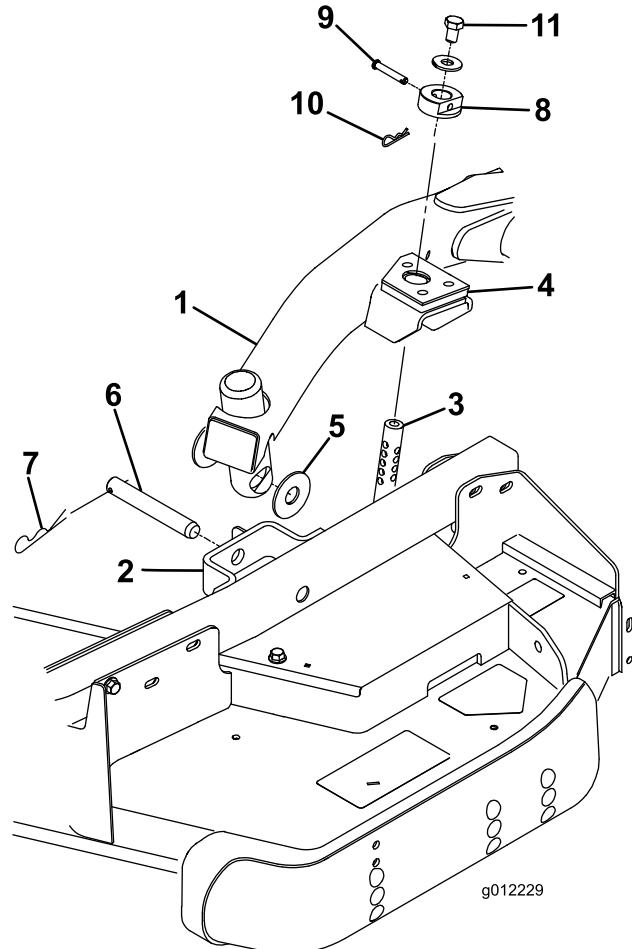

Figura 23
- Portate la leva di sollevamento in posizione Float. Spingete verso il basso un braccio di sollevamento fino a quando i suoi fori non si trovano allineati ai fori della staffa del braccio della ruota orientabile e l'altezza di taglio può essere inserita nei pattini del braccio di sollevamento (Figura 23).
| 5. Fissate il braccio di sollevamento al braccio della ruota orientabile con (2) rondelle di spinta, un perno con testa e una coppiglia. Posizionate le rondelle di spinta tra il braccio di sollevamento e la staffa del braccio della ruota orientabile (Figura 23). Inserite l'estremità della coppiglia nell'apposito | |
9. Montate i collari dell'altezza di taglio sulle aste dell'altezza di taglio e fissateli con dei perni con testa e delle coppiglie (Figura 23). La testa del perno deve essere rivolta verso la parte anteriore del piatto di taglio.
10. Montate un bullone (1/2 x 3/4 poll.) e una rondella sulla sommità di ogni asta dell'altezza di taglio (Figura 23).